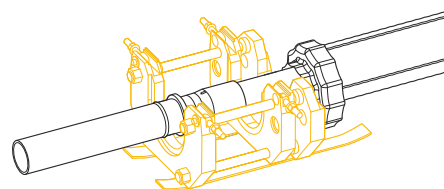

Рис. 4.6.5
- Установить трубу с фитингом в обжимное устройство (рис. 4.6.5).